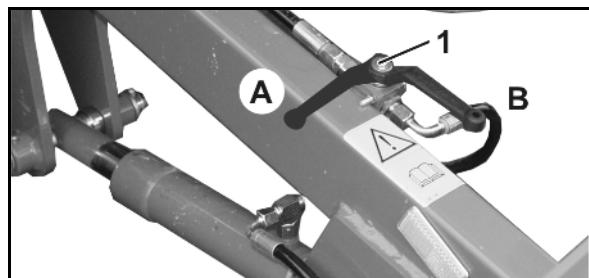

Рис. 100
- Откройте запорный кран "Высота выравнивателя" (Рис. 100/1) (B).
- Держите шаровой кран (Рис. 100/1) в положении **B**,